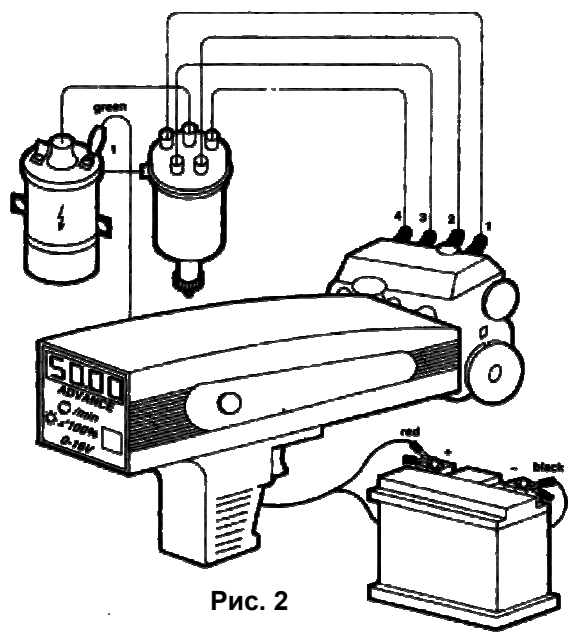

Рис. 2
1. Для включения индикатора замкнутого состояния, нажмите тактовый переключатель. (См. рис. 2)